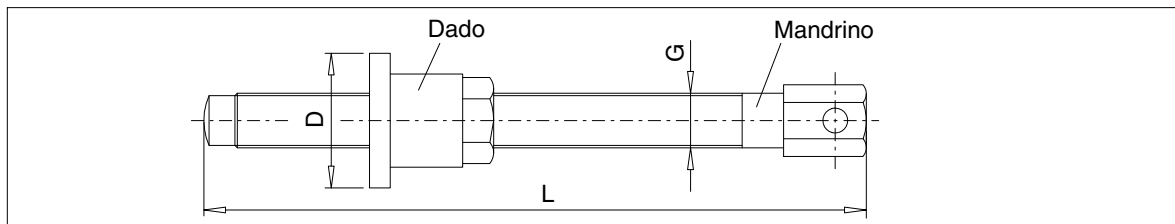
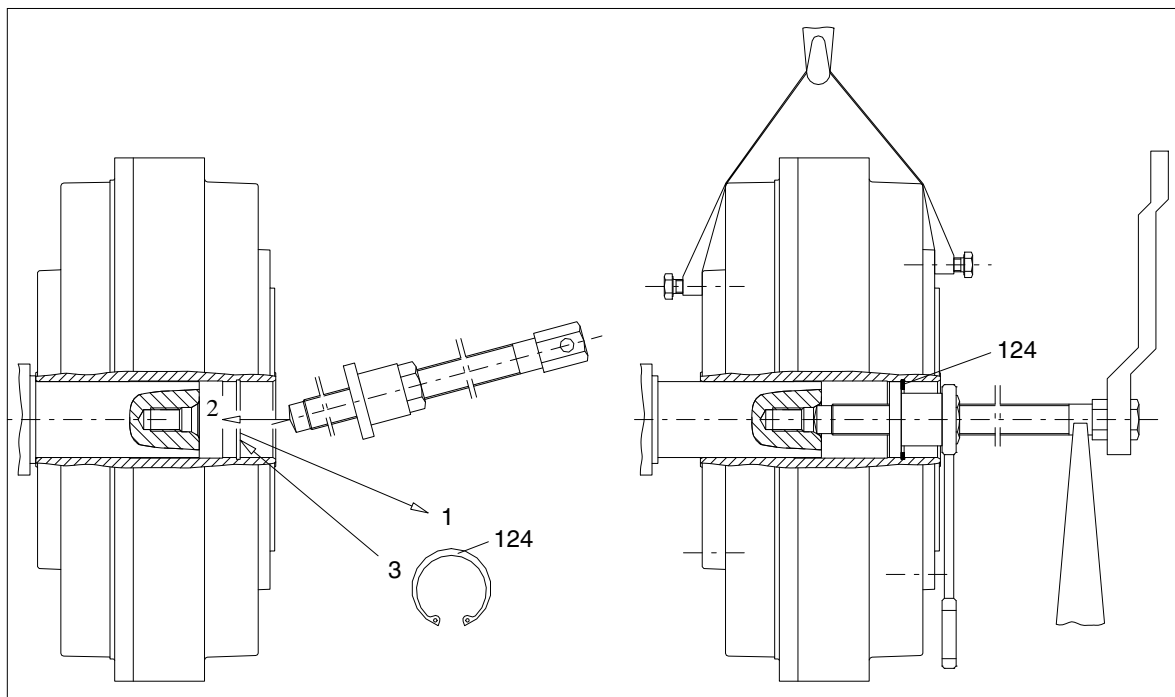

Figura 11: Smontaggio delle grandezze 297 e 342 - a
Figura 12: Smontaggio delle grandezze 297 e 342 - b
L'estrazione avviene preferibilmente con l'ausilio di un dispositivo di estrazione speciale come mostrato nella figura 11. Il mandrino con il dado di estrazione viene inserito in modo tale che lo spallamento (D) del dado di estrazione si trovi dietro la cavità per l'anello di sicurezza (124) (figura 12). Perché il mandrino non s'ingrippi, sulla superficie di pressione e la filettatura deve essere applicato del lubrificante (p.es. Molykote).